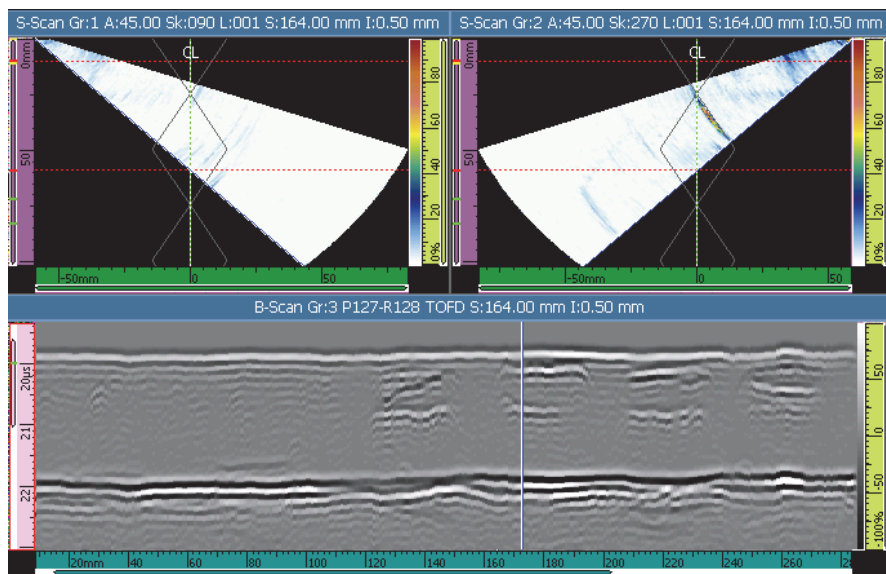

图 6-3 UT & PA B-S 布局的示例
- (1) 在**脉冲发生器**和**接收器**参数中输入适当的晶片编号。
- (2) 选择**下一步**。
7. 选择**显示 > 选择 > 组显示 = 多组**，或按**单组 / 多组**键（长时按键），然后从标题栏快捷菜单中选择**UT & PA B-S**（参见第 139 页的图 6-3）。